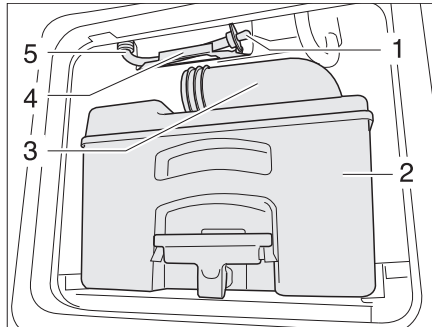

Bild 392 Avloppsslang vattentank toalett
- Töm kassetten (Bild 392,2) på ett därför godkänt avloppshanteringsställe och rengör den.
- Lämna tömningsröret (Bild 392,3) vara öppet.
- Tag ut avloppsslangen (Bild 392,5) ur hållaren (Bild 392,4).
- Ta ur avloppsproppen (Bild 392,1) och låt resterande vatten rinna ut.